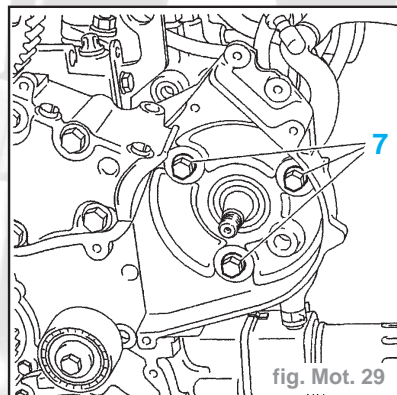

fig. Mot. 29
- Desserrer puis déposer le pignon (6) d'entraînement de pompe haute pression à l'aide de l'outil (4) 6016-T.
- les fixations (7) (fig. Mot. 29)